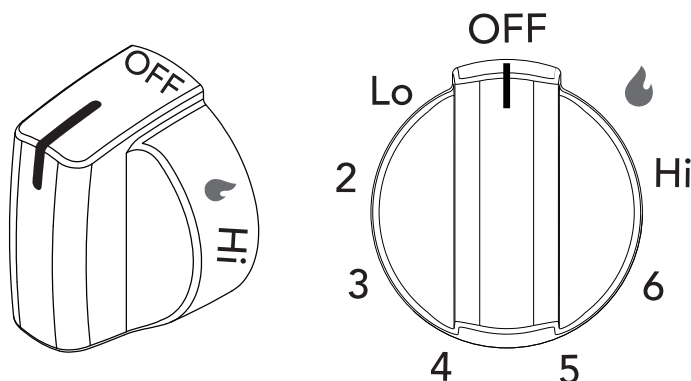

Figure 15: Perilla de control superior
2. Oprima la perilla de control superior del quemador hacia adentro y gírela a la izquierda para sacarla de la posición "OFF" (Apagado) (Figure 15).